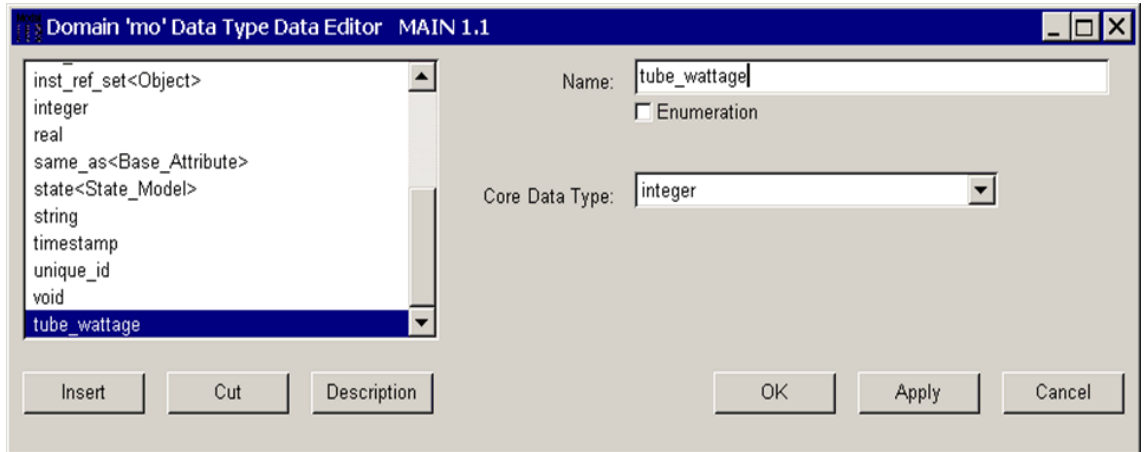

図 5-5: ドメインデータ型データエディタを使ったデータ型の追加
- [Core Data Type] ドロップダウンメニューの [integer] を選択します。データ型データエディタウィンドウは図 5-5 のように表示されます。